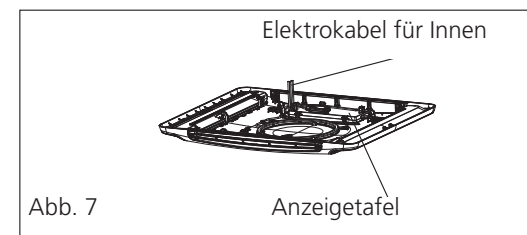

Abb. 7
- Wie in Abbildung 7 dargestellt, verfügt das Innengerät über einen Satz Steuersignalkabel mit insgesamt 1 Anschlussklemme.